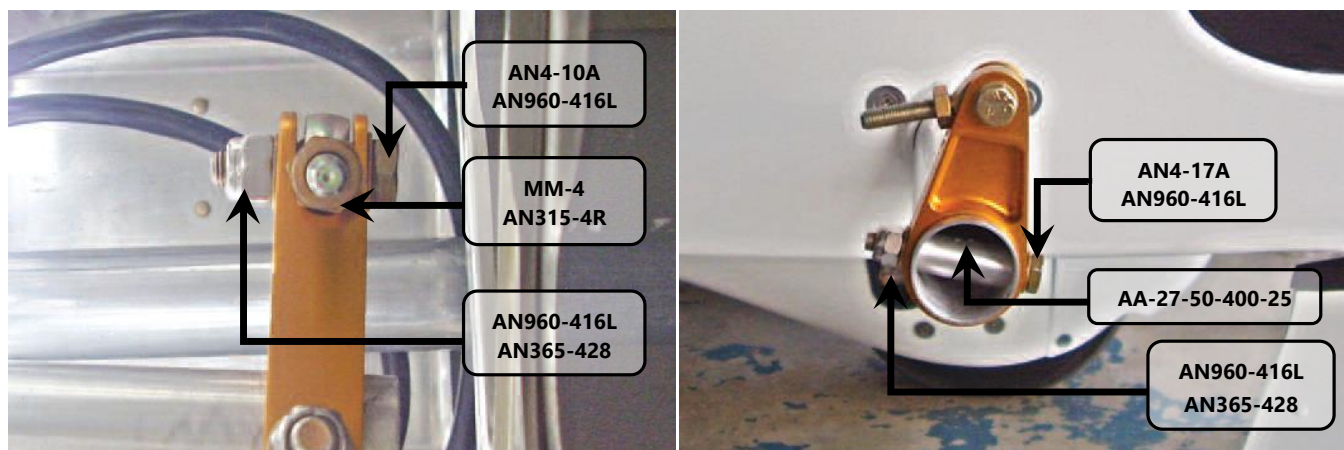

Figura 57.50.19 – Instalação dos guinhóis dos flapes.
10. Instalar os guinhóis, nos tubos em ambos os tubos do comando de flap AA-27-50-400-20 Esquerda e Direita, conforme disposição dos hardwares mostrados na figura 57.50.19.